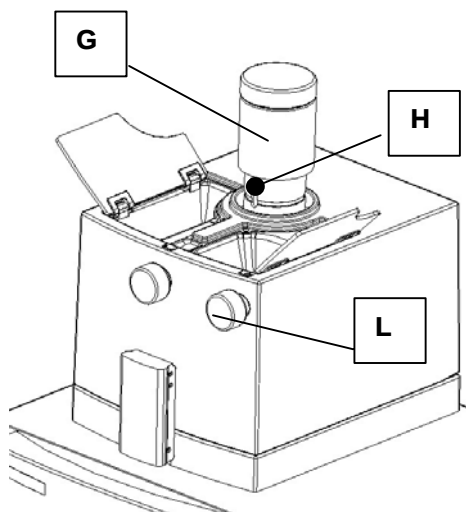

Fig. 5
- Si le pilon ne s'enclenche pas, il faut le tourner quelque peu et si nécessaire, bloquer le logement avec l'autre main pour que les goupilles d'arrêt puissent s'enclencher à cet endroit - **fig. 5**.
Augmentation de la pression : fig. 5
Diminution de la pression : fig. 5